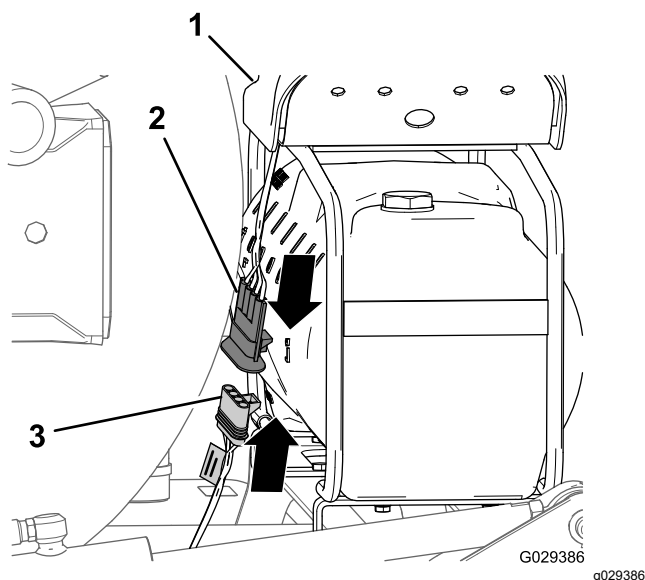

Рисунок 183
1. В конце ответвления жгута проводов длиной 236 см совместите 4-гнездовой разъем жгута проводов доводочного комплекта с 4-штыревым разъемом жгута проводов компрессора (Рисунок 183).
2. Вставьте 4-штыревой разъем в 4-гнездовой разъем (Рисунок 183).